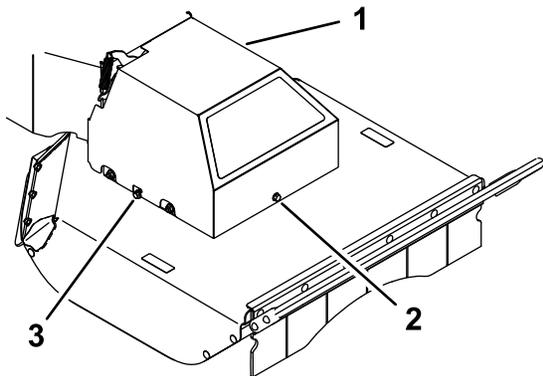

Figure 31
5. Desserrez les boulons gauche et droit de quelques tours, puis desserrez le boulon avant jusqu'à ce que le couvercle soit desserré (Figure 31).
les boulons latéraux. Serrez le boulon avant, puis les deux boulons latéraux (Figure 31).